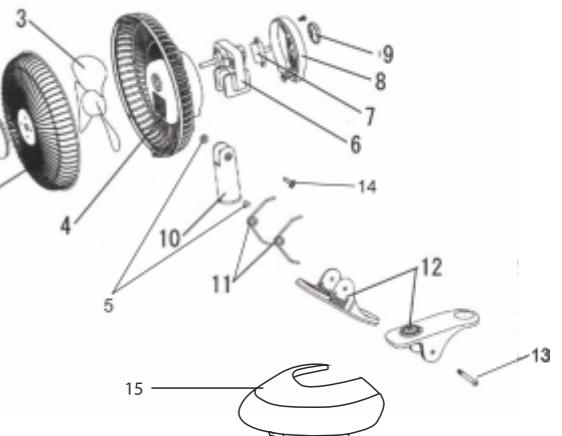

Рис. 1
**6. СБОРКА (см. рис. 1)**
1. Установите вентилятор в удобном для Вас месте, прикрепив его с помощью клипсы к любому, жестко установленному предмету (например к книжной полке или столешнице). При желании установить прибор на стол или любую другую ровную горизонтальную поверхность, необходимо присоединить подставку 15 (см. рис. 1) к клипсе прибора.